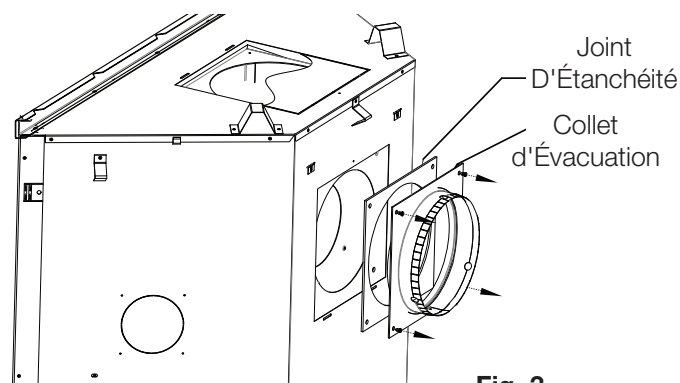

Fig. 3
- Installez l'assemblage du collet de 7", complet avec le joint d'étanchéité sur le panneau arrière autour du collet de 4" (101,6mm) avec les vis fournis (**Fig. 3**).